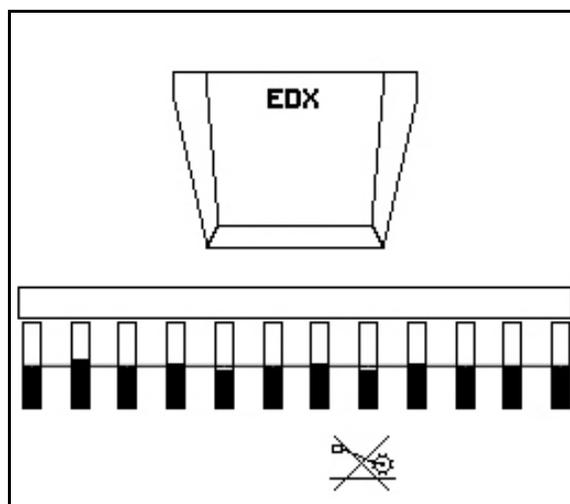

Fig. 62
1. Preseleccionar el bloqueo de la rueda de cola (Fig. 62).